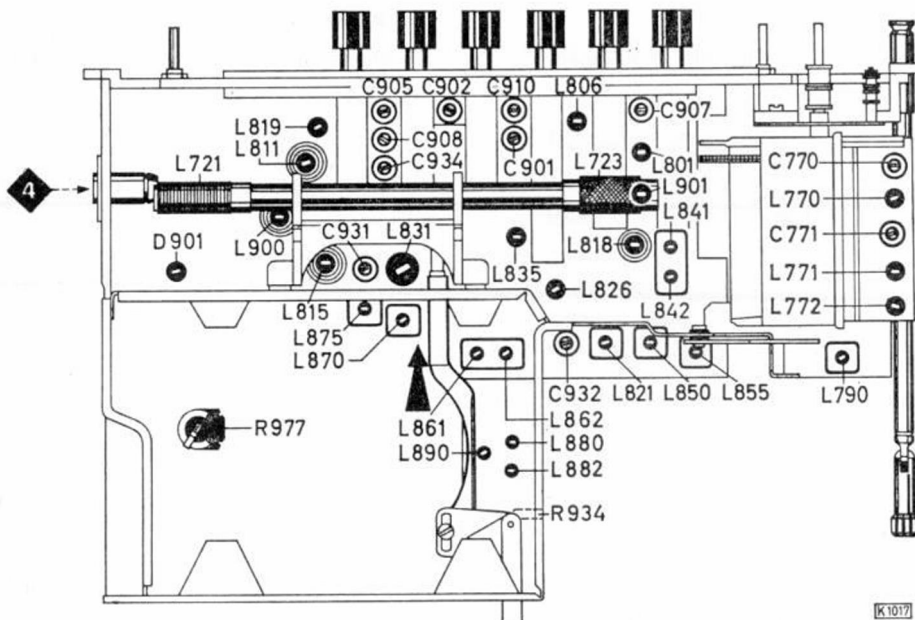

Fig. 3
- 6.5 Den Ruhestrom ca. 1 Minute nach dem Einschalten des Gerätes mit dem Einstellregler R 977 (Fig. 3) auf $4 \text{ mA} + 20-10\%$ einstellen.
Achtung! Beim Abgleich des MW- und LW-Vorkreises auf dem Wellenschalter muß der Umschalter, Fig. 3, in Pfeilrichtung geschaltet sein.
- 6.5 Approx. 1 minute after switching on set, set zero signal current via adjuster R 977 (fig. 3) to $4 \text{ mA} + 20-10\%$.
Attention! When aligning the MW and LW pre. circ. on the waveband switch the conversion switch, fig. 3, must be switched in direction of the arrow.
5) Ein AM-Signal, 400 Hz, 30 % moduliert, soll eine Ratiospannung von 1,4 V erzeugen. Dann mit R 934 ein Spannungsminimum am Outputmeter einstellen, Fig. 3.
5) An AM signal, 400 Hz, 30 % modulated, must produce a ratio voltage of 1.4 V. Adjust a voltage minimum at the outputmeter by means of R 934, see. fig. 3.